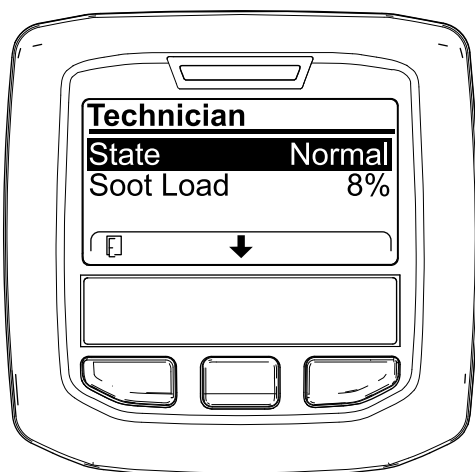

Figure 56
- Reportez-vous au tableau de fonctionnement du FAP pour comprendre l'état actuel de fonctionnement du FAP (Figure 56).